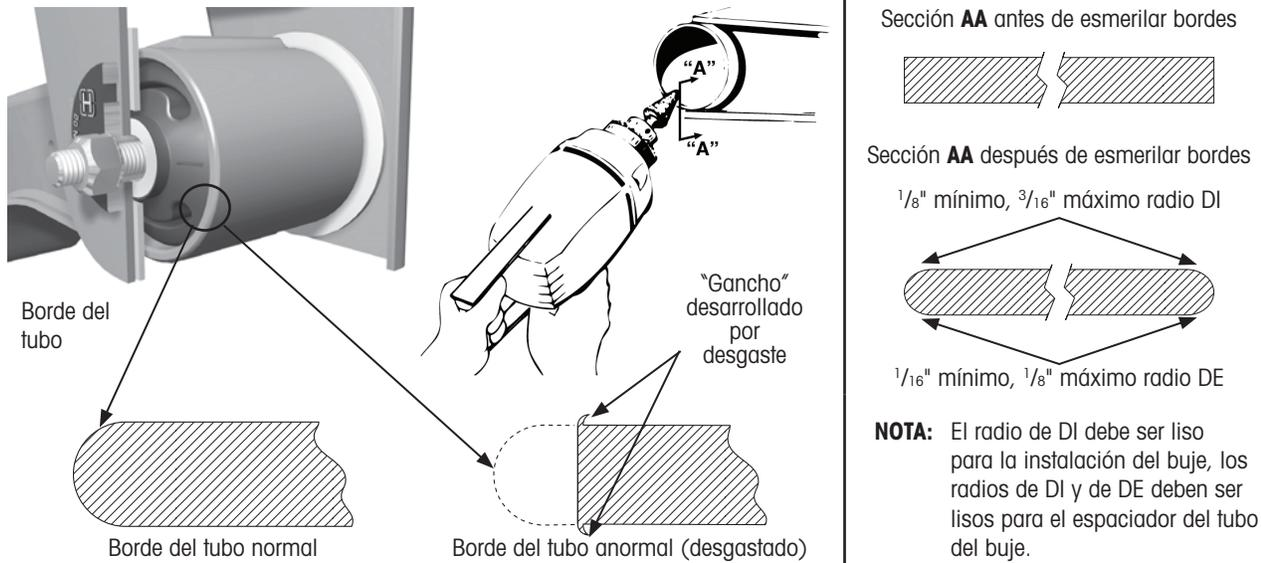

Figura 29: Revestimiento de borde del tubo del buje
Cuando se desgasta el tubo del buje, puede desarrollarse un ligero "gancho" o "diente" de metal en el diámetro interior y exterior del tubo (Figura 29). A medida que el vehículo gira, el diseño único del buje TRI-FUNCIONAL® le permite alargarse visiblemente para absorber las fuerzas asociadas con la superficie de la carretera, carga, etc. Cuando el giro está completo y esas fuerzas particulares ya no están presentes, el buje TRI-FUNCIONAL vuelve a su posición original. Si el "gancho" o "diente" en el tubo del buje no se retira, puede "morder" el hule del buje TRI-FUNCIONAL cuando se alarga y evitar que vuelva a su posición original, lo que es inaceptable. A medida que se repite esto, el buje TRI-FUNCIONAL puede eventualmente ser expulsado del tubo del buje. El buje TRI-FUNCIONAL de hule también puede resultar dañado por estos bordes irregulares.
Antes de intentar instalar un nuevo buje, el borde del tubo del buje desgastado debe estar vestido. Utilice un esmeril para restablecer el radio en el borde del tubo del buje como se muestra en la Figura 29 y usando el siguiente procedimiento.
3. **Retire** las rebabas o bordes afilados con un esmeril (Figura 29).